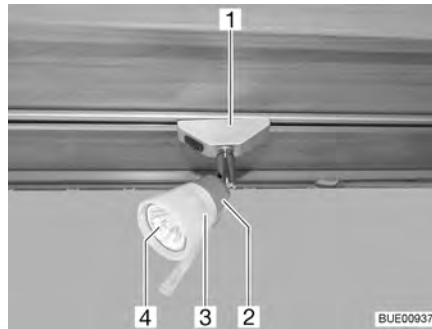

Fig. 239 Spot halogène (coulissant)
- Faire pivoter le spot halogène (Fig. 239,1) de 90° et le sortir du rail.
- Tourner l'abat-jour (Fig. 239,3) dans le sens inverse des aiguilles d'une montre.
- Extraire avec précaution l'abat-jour avec l'ampoule halogène (Fig. 239,4) de la douille (Fig. 239,2).